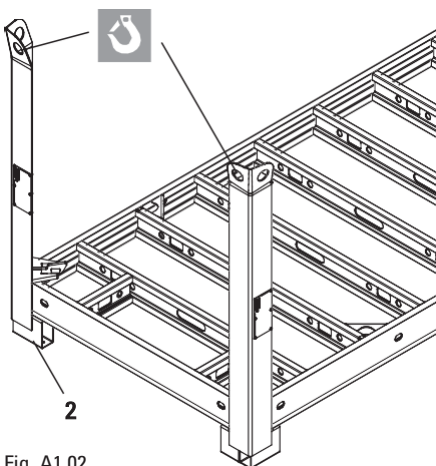

Fig. A1.02
1. Поставете първия елемент с равната повърхност надолу върху правоъгълната рамка (2). (Fig. A1.02)